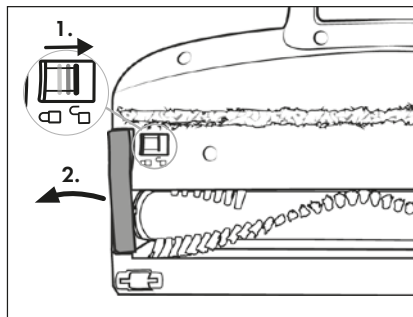

Fig. 24
- 2) Disimpegnare il rullo a spazzola **20** spostando lo sblocco del rullo a spazzola **18** con il dito verso destra e rimuovendo il supporto del rullo a spazzola **19** dalla spazzola per pavimenti **21** (vedere fig. 24).